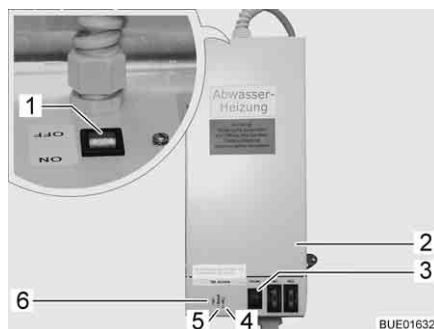

Fig. 241 Transformateur avec régulateur
Le transformateur 230 V AC/12 V DC (Fig. 241,2) est, suivant le modèle, monté dans la penderie ou dans la banquette de la dînette.
- Le voyant de contrôle (Fig. 241,5) s'allume en vert : Régulateur en marche.
- Les voyants de contrôle (Fig. 241, 4 et 6) s'allument en rouge : Les conduites des eaux usées sont chauffées.
Un bouton-poussoir de contrôle (Fig. 241,3) est intégré dans le boîtier, ce bouton permet d'enclencher brièvement le régulateur. En appuyant sur le bouton-poussoir de contrôle, vous pouvez tester le fonctionnement du chauffage, même si la température ambiante est supérieure à 5 °C.
- Placer l'interrupteur (Fig. 241,1) du transformateur (Fig. 241,2) sur "ON".
- Placer l'interrupteur (Fig. 241,1) du transformateur (Fig. 241,2) sur "OFF".